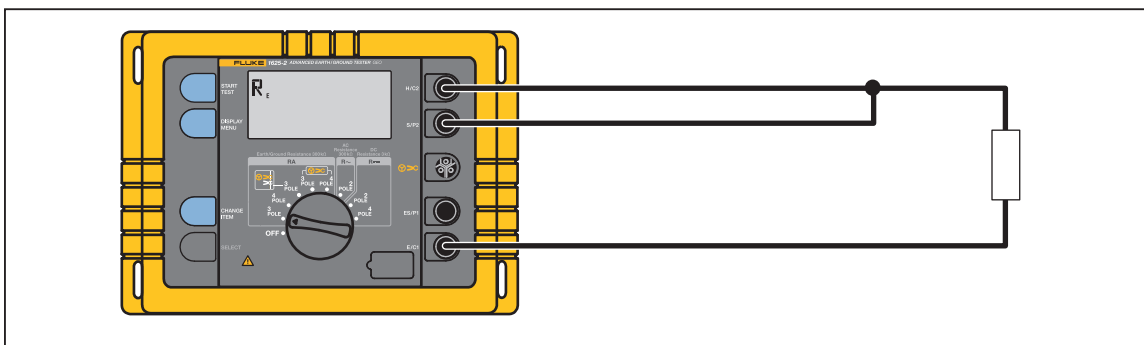

Figura 8. Correção de erros do transformador do tipo alicate
1. Conecte um resistor de baixo Ohm (aproximadamente 1 Ohm – na faixa a ser corrigida) conforme mostrado na Figura 8.